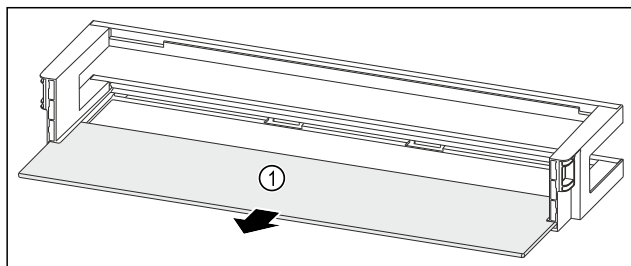

Fig. 109 Balconnet de contre-porte avec tablette de rangement
- Retirer la tablette de rangement Fig. 109 (1).